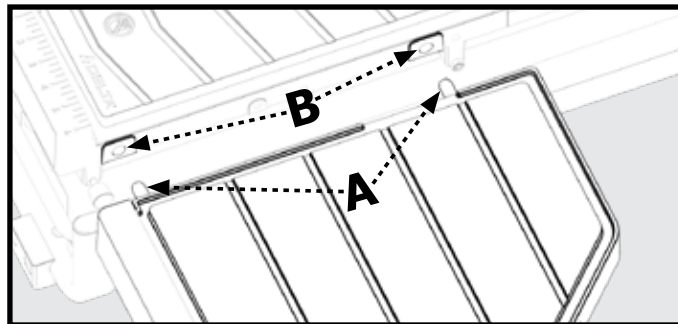

Figura 12
1. La extensión de la mesa (17) se instala en el lado derecho de la mesa de trabajo (4).
2. Coloque la extensión de la mesa de manera que las dos clavijas (A) se alineen con los agujeros (B) en la mesa de trabajo como se muestra en la Figura 12.
3. Coloque la bomba en la parte inferior de la bandeja de agua (1)
- dentro del área de contención como se muestra en la Figura 12